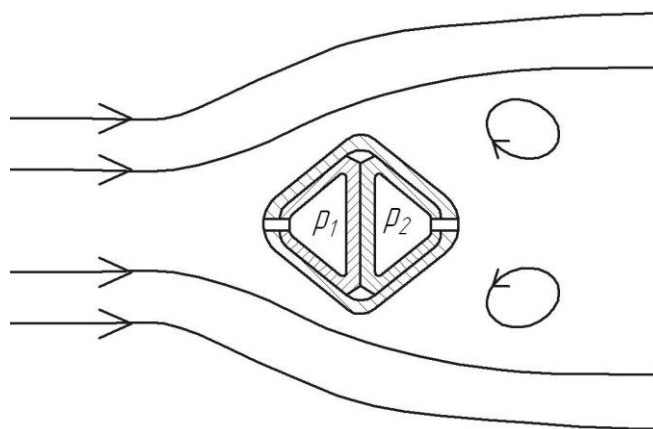

Рисунок 1.3 – Обтекание ОНТ Annubar Diamond II+
1.4.3.1 ОНТ Annubar Diamond II+ имеет форму ромба с острыми боковыми гранями и закругленными передней и задней кромками (рисунок 1.3), что обеспечивает фиксированную точку отрыва потока измеряемой среды.